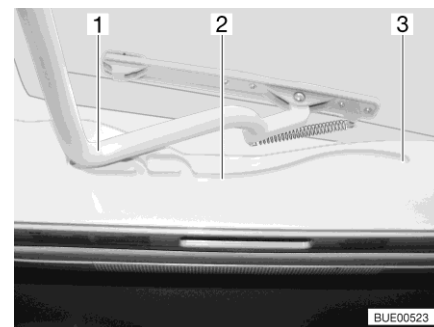

Bild 65 Spår (Heki-taklucka)
- Dra in bygel (Bild 65,1) i spåret (Bild 65,2) till den bakersta positionen (Bild 65,3).
- Tryck bygel (Bild 65,1) lätt uppåt med båda händerna.
- Drag bygeln till önskad position i spåret (Bild 65,2).